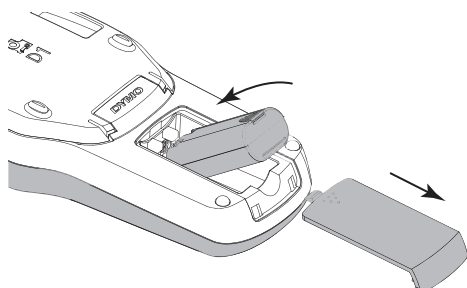

Figura 2
- 1 Retire la cubierta del compartimiento de baterías de la etiquetadora. Consulte la Figura 2.
- 2 Retire la cubierta del compartimiento de baterías de la etiquetadora. Consulte la Figura 2.